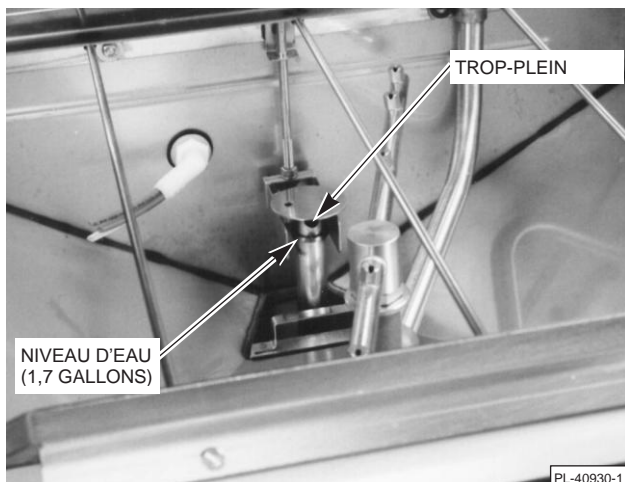

Fig. 14
4. La came **Remplissage/Rinçage** contrôle l'alimentation de la vanne de remplissage. Au cours des trois dernières secondes de la durée de la vidange, la vanne de remplissage s'ouvre pour fournir un rinçage par eau propre de la cuve de lavage. Cette durée de rinçage peut être augmentée ou diminuée, tel que cela est requis par des conditions locales de fonctionnement, en faisant tourner la moitié droite de la came. À une pression d'écoulement de 20 psig, la quantité requise d'eau, 1,7 gallon, est autorisée à circuler dans le lave-vaisselle. Si la pression d'écoulement est différente que 20 psig (ou si la durée d'écoulement de la vidange a été modifiée), la durée de remplissage devra être augmentée ou diminuée pour permettre au lave-vaisselle de fonctionner avec un minimum de 1,7 gallon d'eau. Référez la Fig. 14 (page 10) pour identifier le repère de niveau d'eau requis de 1.7 gallon.
Pour procéder au remplissage initial de la machine, appuyez sur l'interrupteur d'alimentation *POWER* pour le mettre en position *On* et appuyez sans relâcher sur le commutateur de *vidange (DRAIN)/remplissage (FILL)*, sur « *Fill* » pendant environ dix secondes. Le niveau d'eau devra se situer en bas de la bague sur le tube de vidange (1,7 gallon) (Fig. 14). (L'eau au niveau de la partie supérieure de la bague devra indiquer 1,9 gallon, et au niveau de la partie inférieure du trop-plein, celle-ci devra indiquer 2,3 gallons.) Le trop-plein évacuera automatiquement l'excès d'eau.